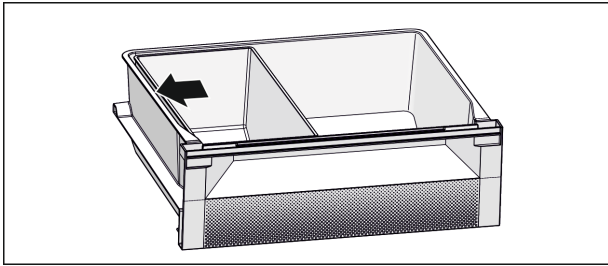

Fig. 7
- Saat optimaalisen jäähdytystehon seuraavasti: Sijoita Fish & Seafood -laatikko paikalleen kuvan mukaisesti (katso Fig. 7).